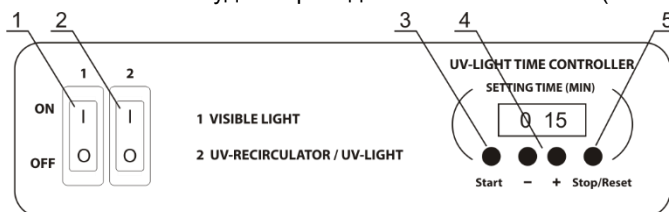
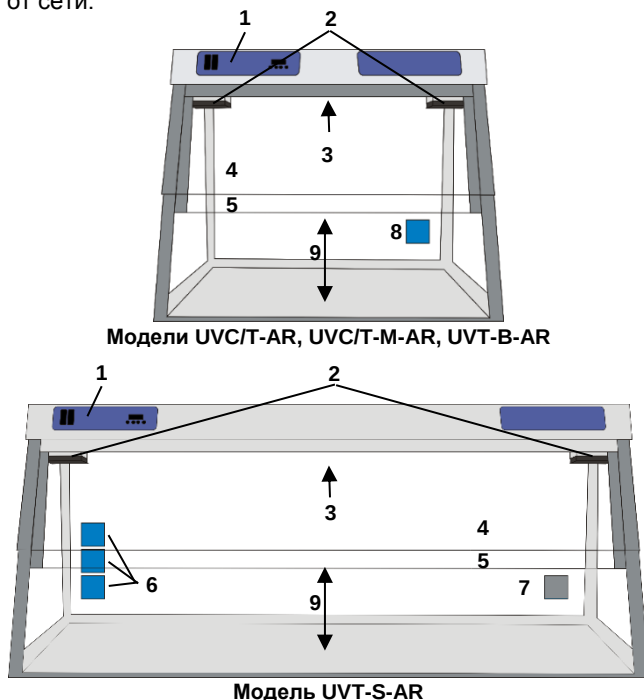

Рисунок 2. Панель управления
Рисунок 3. Бокс для стерильных работ, вид спереди:
Внимание! Открытая УФ лампа внутри бокса (рис. 3/3) работает только при полностью опущенном защитном экране. Любые действия под прямым УФ излучением запрещены!
- 5.2.1. Переведите в положение ON выключатель **2** (рис. 2/2) на панели управления (рис. 3/1), это приведет в действие УФ рециркулятор в верхней части бокса (рис. 3/2) и активирует таймер открытой УФ лампы. УФ рециркулятор работает пока выключатель **2** не будет переведен в положение OFF (выключено).
- 5.2.2. Установите время экспозиции открытой УФ лампы на электронном таймере прибора (UV-LIGHT TIME CONTROLLER), используя кнопки таймера “+” и “-” (рис. 2/4) для увеличения и уменьшения времени экспозиции с шагом 1 мин. Если кнопку удерживать нажатой дольше 2 секунд, скорость изменения значения увеличивается.
- 5.2.3. Нажмите кнопку **Start** (рис. 2/3). Включатся УФ лампы, таймер начнет отсчет времени экспозиции. Индикатор таймера отображает текущее время: до 1 часа - в минутах и секундах (мм:сс), после 1 часа - в часах и минутах (чч:мм).
- 5.2.4. Можно отключить открытую УФ лампу до истечения установленного времени экспозиции нажатием кнопки **Stop/Reset** (рис. 2/5). При этом в памяти сохраняется установленное время экспозиции. При полном выключении прибора время экспозиции таймера не сохраняется.
5.3.1. Для освещения рабочей поверхности включите люминесцентную лампу дневного света (рис. 3/3), переведите выключатель **1** (рис. 2/1) в положение ON, включено.
5.3.2. Откройте передний защитный экран (рис. 3/5) для работы в боксе. Высота проема равна 180 мм (рис. 3/9).
Примечание. Не блокируйте отверстия рециркулятора (рис. 3/2).
5.3.3. Чтобы использовать электроприборы внутри бокса, пропустите провод питания через отверстие и закройте шторку (рис. 3/7, 3/8, боксы со входным отверстием) или подключите прибор к розетке (рис. 3/6, 3/8, боксы со встроенной розеткой).
- 7.5. **Замена антипылевых фильтров.** По краям УФ рециркулятора находятся антипылевые фильтры (рис. 3/2), которым требуется ежемесячный уход. Для проверки, замены или чистки антипылевых фильтров снимите пластиковые крышки, при необходимости замените или промойте фильтры водой, просушите и установите фильтры и крышки обратно в прибор.